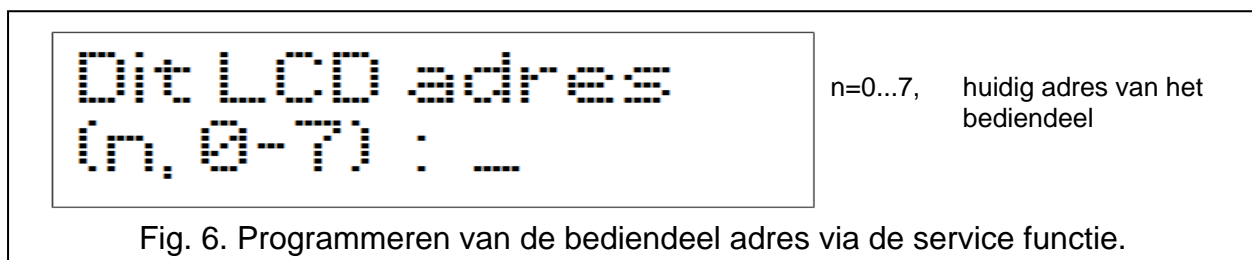

Fig. 6. Programmeren van de bediendeel adres via de service functie.
4. Het bericht zoals in Fig. 6 getoond zal worden weergegeven in alle bediendelen welke aangesloten zijn op het alarmsysteem.